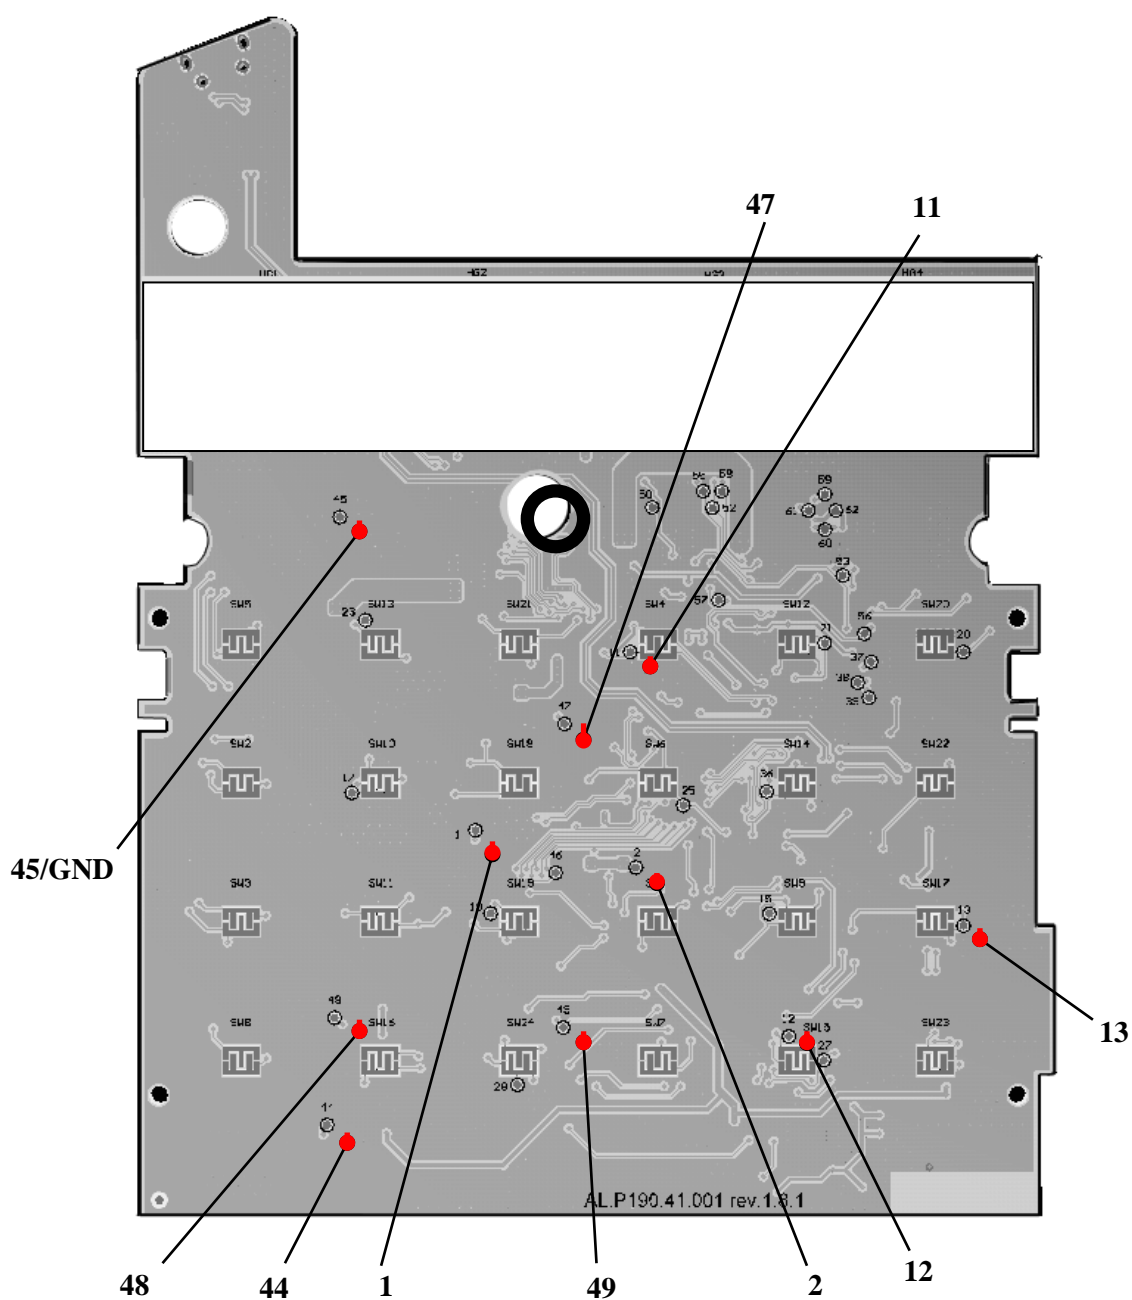

Рисунок 33. Обозначение контрольных точек блока управления AL.P190.41.000 rev. 1.8.1
2. Проверить при помощи мультиметра напряжение между контрольными точками **GND** и **44** (смотрите рисунок 33). Напряжение должно составлять **9,0 В ± 0,5 В**.
3. Проверить при помощи мультиметра напряжение между контрольными точками **GND** (**45**) и **44** (рисунок 33). Напряжение должно составлять **9,0 В ± 0,5 В**.